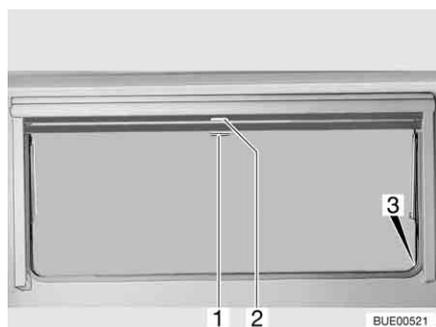

Fig. 87 Ventana abatible
- Tirar del tirador (Fig. 87,2) de la persiana oscurecedora enrollable hacia abajo. Cuando la persiana oscurecedora enrollable se cierre por completo, encajarla en el bloqueo (Fig. 87,3) a ambos lados del marco de la ventana.
- Cuando la persiana oscurecedora enrollable está completamente cerrada: Presionar el tirador (Fig. 87,2) hacia abajo y tirarlo ligeramente hacia dentro. Desenganchar la persiana oscurecedora enrollable de los bloques a izquierda y derecha del marco de la ventana.
- Cuando la persiana oscurecedora enrollable se encuentre en una posición intermedia: Tirar ligeramente del tirador (Fig. 87,2) hacia abajo, hasta que se hay soltado el bloqueo.
- Tirar la mosquitera enrollable hacia abajo por el tirador (Fig. 87,1) y engancharla en el bloqueo (Fig. 87,3) a ambos lados del marco de la ventana.
- Presionar el tirador (Fig. 87,1) hacia abajo y tirarlo ligeramente hacia dentro. Desenganchar la mosquitera enrollable de los bloques a izquierda y derecha del marco de la ventana.